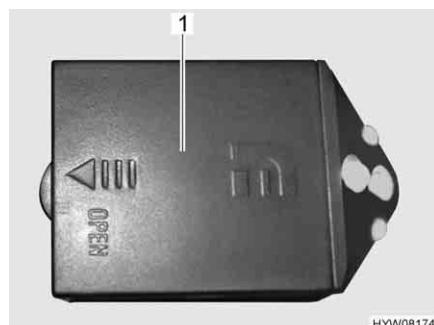

Fig. 132 Luci armadi guardaroba
- Spingere in direzione della freccia e rimuovere il coperchio (Fig. 132, 1) delle luci armadi guardaroba.